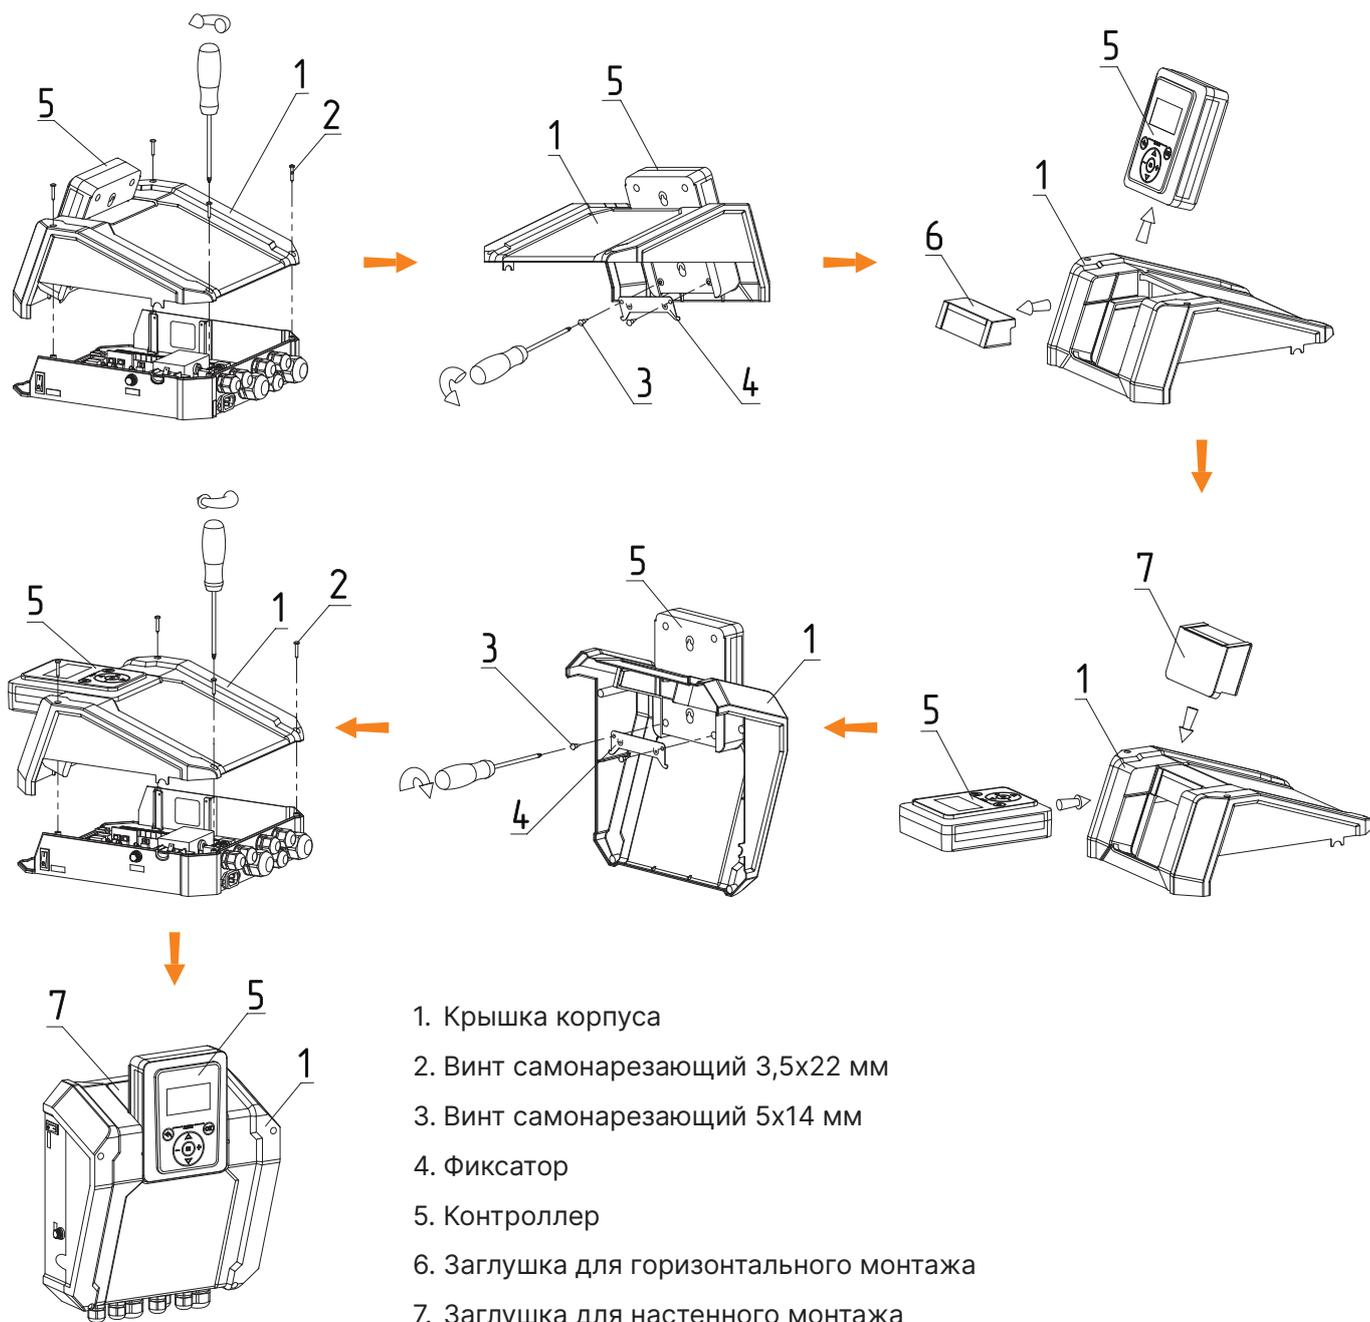

Рис.12 Схема настенного монтажа контроллера
1. Открутите винты (Рис.12, поз.2);
2. Поднимите крышку корпуса (Рис.12, поз.1);
3. Открутите винты (Рис.12, поз.3) с обратной стороны крышки корпуса;
4. Уберите фиксатор (Рис.12, поз.4);
5. Уберите контроллер (Рис.12, поз.5);
6. Вытяните заглушку (Рис.12, поз.6);
7. Вставьте заглушку для настенного монтажа (Рис.12, поз.7);
8. Вставьте контроллер (Рис.12, поз.5) в заглушку для настенного монтажа (Рис.12, поз.7);
9. Закрепите фиксатор (Рис.12, поз.4) винтами (Рис.12, поз.3);
10. Закрепите крышку корпуса (Рис.12, поз.1) винтами (Рис.12, поз.2).